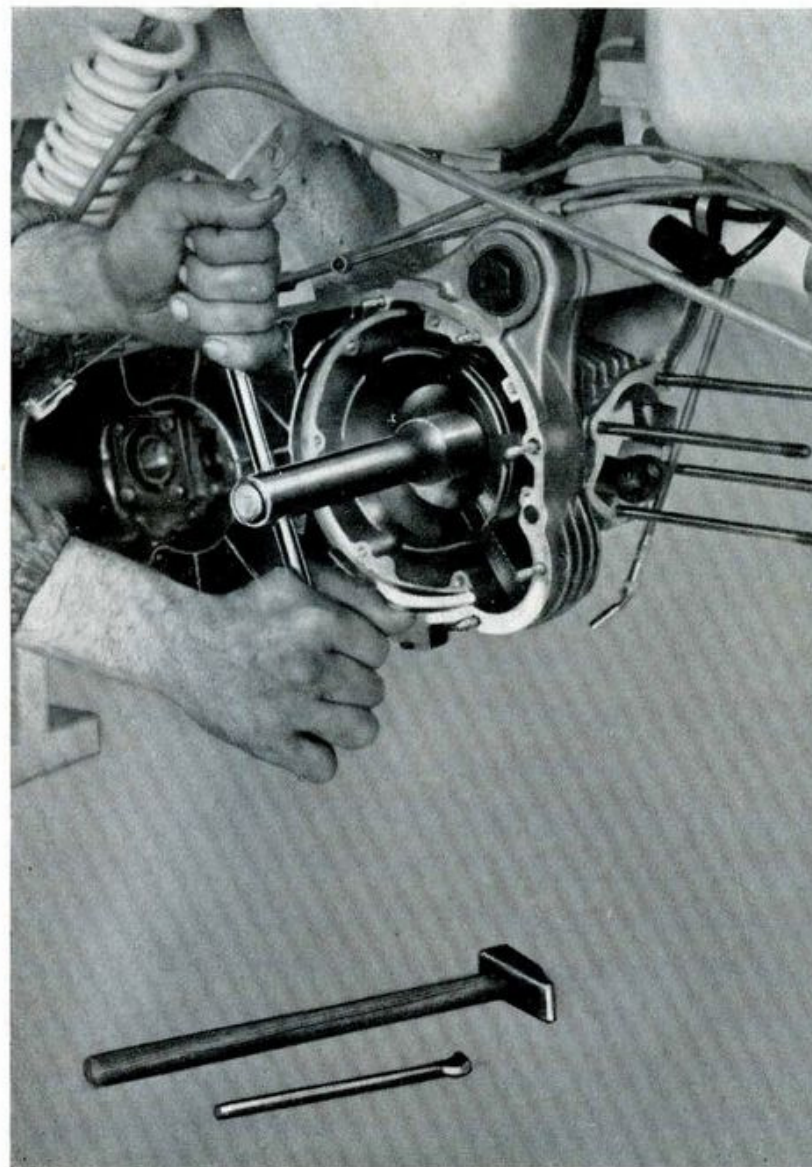

Fig. 20
- » 37 - Smontare il dado di bloccaggio della campana della frizione: raddrizzare la rosetta di sicurezza, bloccare la campana con l'attrezzo n. 57841 e svitare il dado a **filettatura sinistra** (chiave a tubo da 27). Vedi fig. 20.